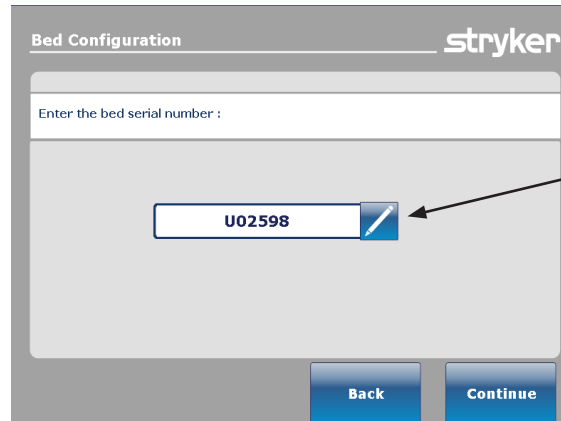

Abbildung 32: Bildschirm Bettkonfiguration - Seriennummer
1. Die Taste „HOB 30“ (30-Grad-Position Kopfteil) und die Taste „Vascular Position“ (Vaskuläre Position) gleichzeitig 25 Sekunden drücken, dann beide Tasten loslassen. Der Bildschirm „Bed Configuration - Serial Number“ (Bettkonfiguration - Seriennummer) (Abbildung 32) wird angezeigt.
2. Die Seriennummer des Bettes eingeben oder bestätigen (Abbildung 32).
- ii. Die Seriennummer des Bettes in das Seriennummernfeld eingeben und die Taste „OK“ drücken. Der Bildschirm wechselt zum Seriennummer-Hauptbildschirm, wie in Abbildung 32 dargestellt.